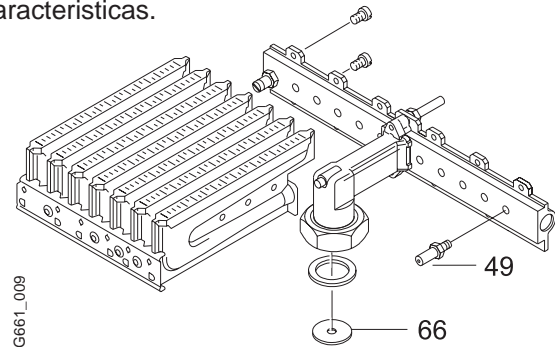

Fig. 11
2. Desmontar el quemador (Fig. 11). Desenroscar los grupos izquierdo y derecho del quemador y cambiar las boquillas inyectoras (Fig. 11, ítem 49).
4. Colocar la arandela de estrangulación (Fig. 11, ítem 66).